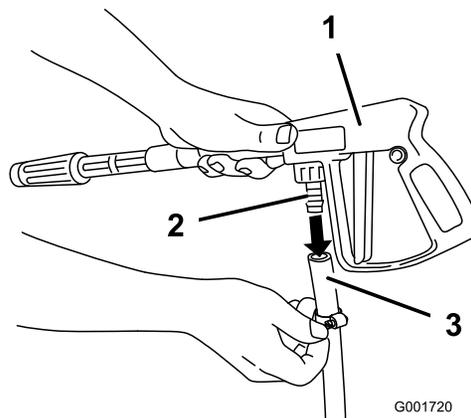

Figura 19
2. Ligue a extremidade livre da tubagem longa ao encaixe da pistola de pulverização (Figura 19).